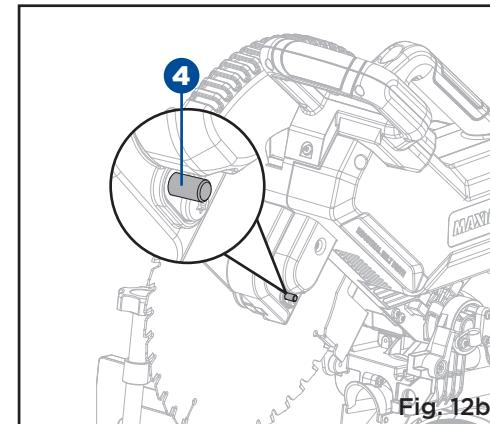

Fig. 12b
- Appuyez sur le dispositif de blocage de l'arbre (4) à l'arrière de la tête de scie et maintenez-le enfoncé. (Fig. 12b)